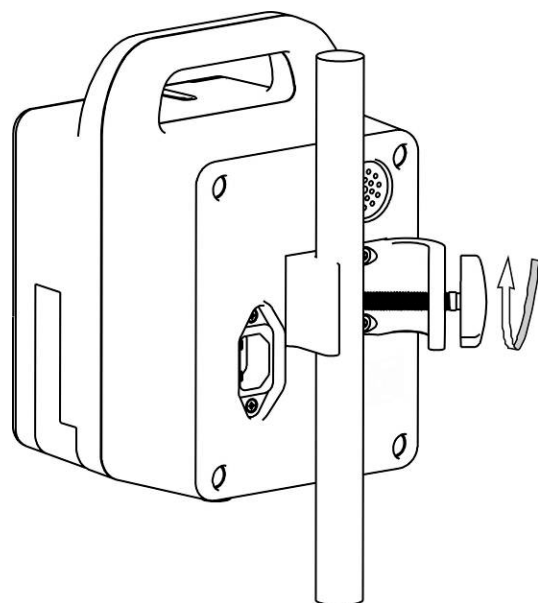

Рисунок 3-3
2. Как показано на рис. 3-3, вставьте стойку в фиксатор, затем закрутите ручку зажима по часовой стрелке, чтобы надежно закрепить насос на стойке.